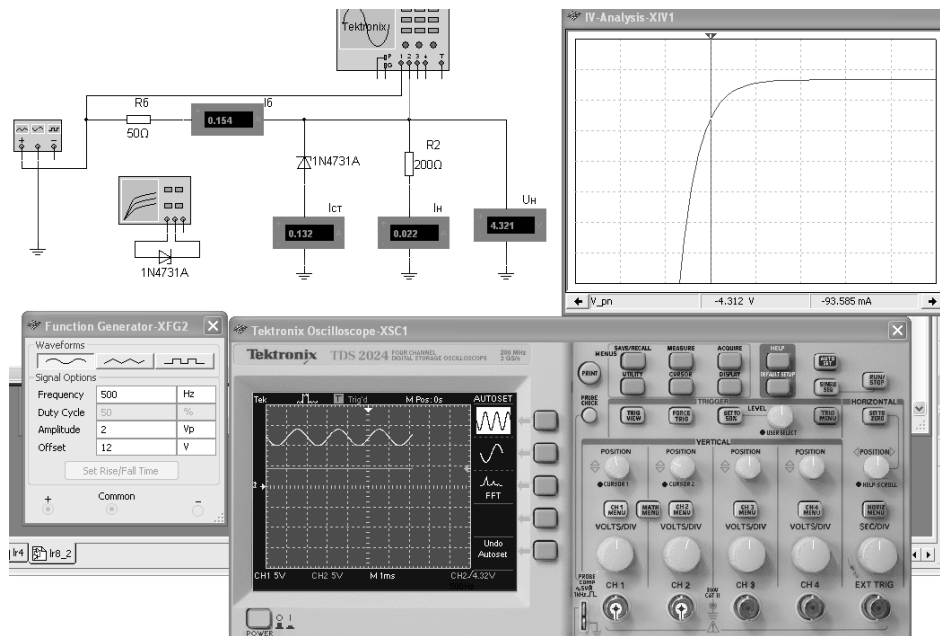

Рисунок 7.4 – Схема для снятия ВАХ стабилитрона и исследования параметрического стабилизатора напряжения в среде Multisim
7.2.6 Получить вольт-амперную характеристику стабилитрона (ВАХ) в программе Multisim с помощью характериографа XIV1 (рисунок 7.4). Стабилитрон выбирается из библиотеки элементов согласно заданию.
7.2.8 На основании выбранных элементов схемы параметрического стабилизатора напряжения осуществить моделирование его работы (см. рисунок 7.4). Входное напряжение формируется функциональным генератором XFG2, напряжения и токи в схеме отображаются с помощью виртуальных вольтметров, амперметров и осциллографа Tektronix-XSC1.